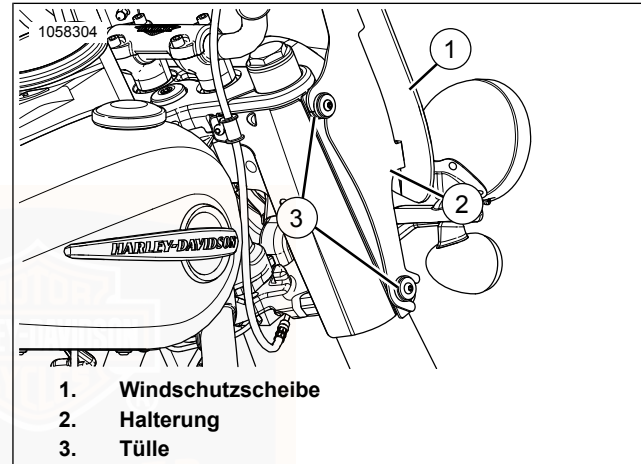

Abbildung 42. Windschutzscheiben-Baugruppe
1. Siehe Abbildung 42. Die OBERKANTE der Windschutzscheibe (1) nach vorne verschieben, bis die OBEREN Halterungsrasten (2) die Tüllen (3) freigeben.
1. Siehe Abbildung 42. Sicherstellen, dass sich die Tüllen (3) und Halterungen (2) in Position und in gutem Zustand befinden.